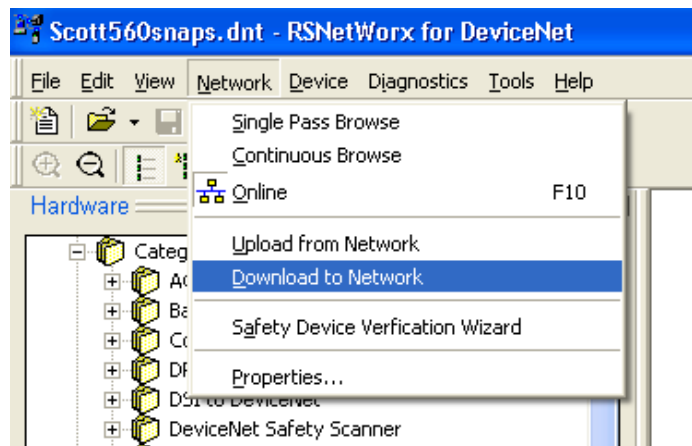

Abbildung 3-20: Bestätigungsaufforderung für das Herunterladen des Netzwerkes
10. Laden Sie die Konfiguration auf die Scannerkarte herunter, um das Netzwerk zu aktivieren. Klicken Sie im nächsten Bildschirm (Abbildung 3-20) auf **Yes (Ja)**, um fortzufahren. Beachten Sie, dass einige Scannerkarten möglicherweise ausgeschaltet werden müssen, damit die Änderungen wirksam werden.